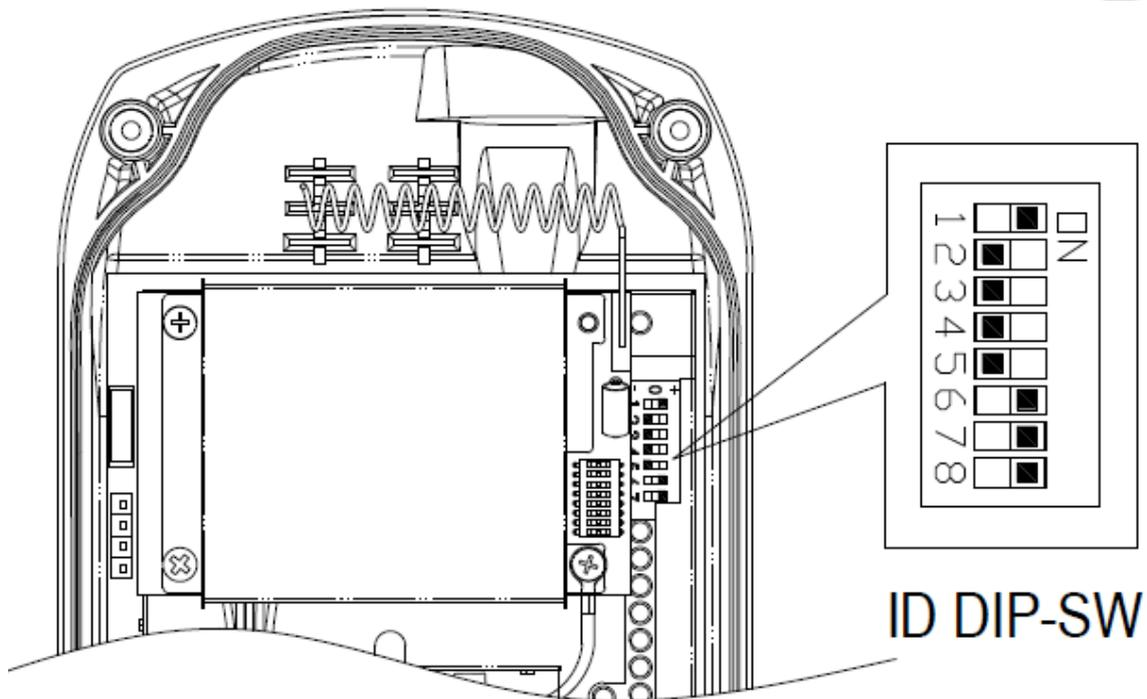
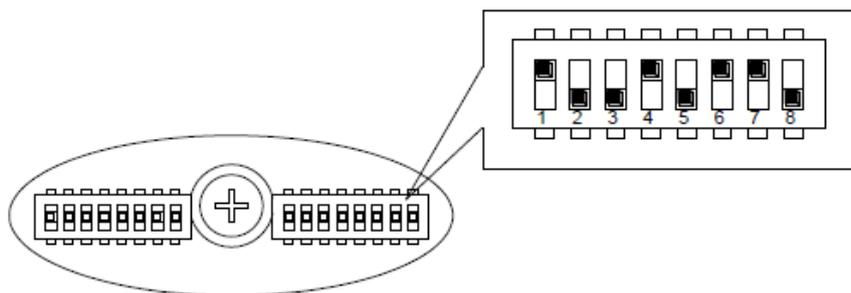

FIGURA 38 - DIP-SWITCH 604/607/608
FIGURA 39 - DIP-SWITCH 612XS
- Na placa do receptor localize a dip switch (1~8) próximo aos LEDs (604/607/608) ou próximo aos relés (612XS). Pode ser confirmado pela Figura 38 e na Figura 39. No equipamento 612XS existem 2 dip-switch onde o esquerdo é de função e da direita é referente ao ID;
- A chave para cima é equivalente a 1 e para baixo 0. Na Figura 38 as chaves seguem a sequência 10000111 já na Figura 39 a sequência é 10010110.